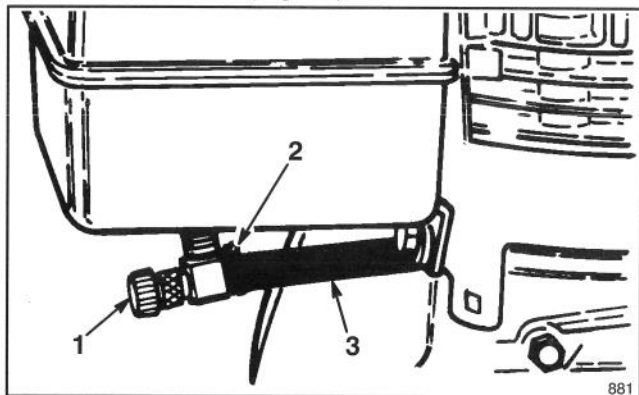

Figure 19
1. Fermez la valve d'arrêt de l'essence situé sous le réservoir d'essence (Fig. 19).
3. Desserrez les pince qui attachent le conduit d'alimentation sur le robinet d'arrêt, puis enlevez ce conduit du robinet (Fig. 19).